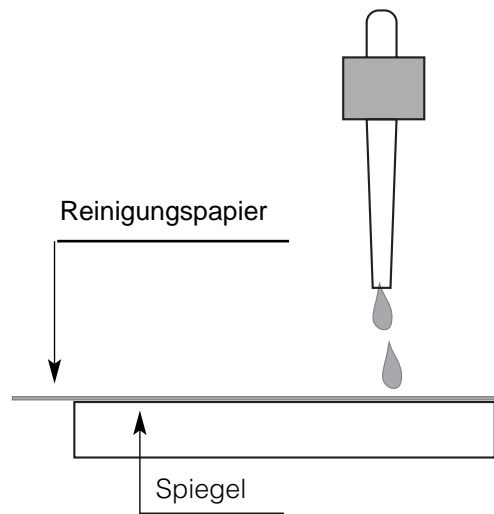

Abb. 1 - Reinigungsvorbereitungen
- Legen Sie ein Stück Reinigungspapier für Optik auf die Spiegeloberfläche (Abb. 1).
- Geben Sie einige Tropfen Alkohol auf das Papier (Abb. 1).